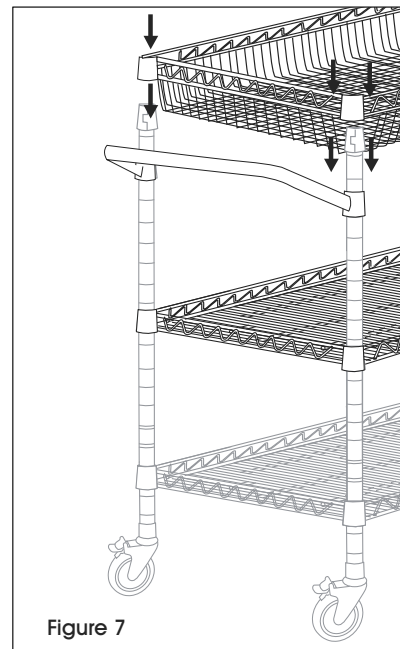

Figure 7
- Snap on remaining four shelf support sets at the very top of the posts. Slide basket over the top of the supports and secure. (See Figure 7)
- Installez les quatre autres jeux de supports de tablette sur l'extrémité supérieure des montants. Faites glisser le panier par-dessus les supports et fixez-le en place. (Voir Figure 7)